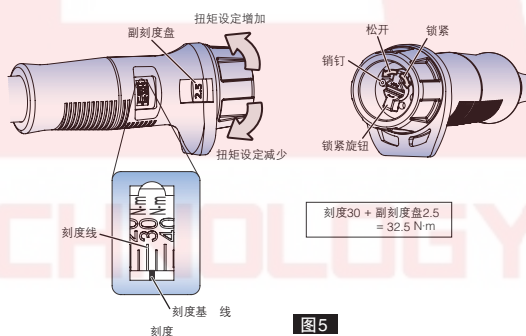

图5
例3 QL/CL附带黑色树 手柄 (QL50N~280N等) 时 (图5)
- ① 向 旋 松开锁紧旋钮。(图5)
- ② 旋 副刻度盘, 设定扭矩。(刻度+副刻度)
- ③ 向 旋 锁紧旋钮, 将副刻度盘锁紧。(图5)
- ① 边看 刻度边 动副刻度盘, 刻度的30N·m刻度线接近刻度基线, 然后慢慢 动副刻度盘, 使副刻度盘的0位对 红点。 此时设定的 扭矩 为30N·m。
- ② 边看副刻度盘边向 (方向) 动, 使副刻度盘对 2.5。 此时设定的 扭矩 为32.5N·m。(图5)